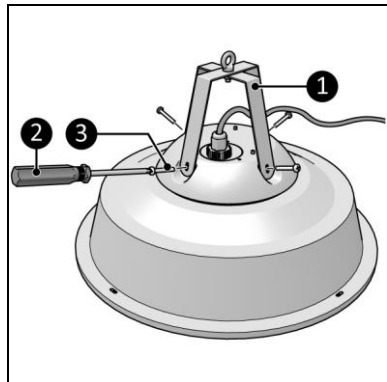

Abbildung 5
2. Schrauben und ziehen Sie die Halterungen (Abbildung 5, Pos. 1) mit den vier Schrauben (Abbildung 5, Pos. 3) und einem Kreuzschlitzschraubendreher (Abbildung 5, Pos. 2) am Gerät fest.